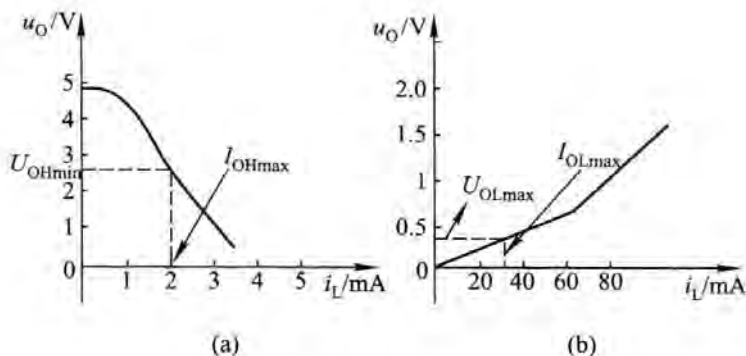

图 2.2.3 输出特性
① 高电平输出特性: 如图 2.2.3(a) 所示。随输出负载电流 i_L 逐步增加, 输出高电平 U_{OH} 由 5V 缓慢下降; 当 i_L 增加到一定程度时, U_{OH} 随 i_L 增加而急剧下降。从逻辑上考虑, 当 U_{OH} 下降到 U_{OHmin} 时所对应的电流是 I_{OHmax} , 从可靠工作考虑, 74 系列产品的 $I_{OH} \leq 400 \mu A$, 即参数值 $I_{OHmax} = 400 \mu A$ 。
② 低电平输出特性: 如图 2.2.3(b) 所示, 当输出电流近似为 0 时, 输出低电平 U_{OL} 仅为几十毫伏; 而当负载电流 i_L 增加时, 输出低电平抬高。仅从逻辑方面考虑, 允许输出低电平上升到 U_{OLmax} 时对应的 i_L 可达 30~40mA 或更大。但从可靠工作方面考虑, 74 × × 产品的参数值为 $I_{OL} \leq 16mA$, 即 $I_{OLmax} = 16mA$ 。74LS × × 产品参数值为 $I_{OL} \leq 8mA$ 。
(3) 与非门的扇出数